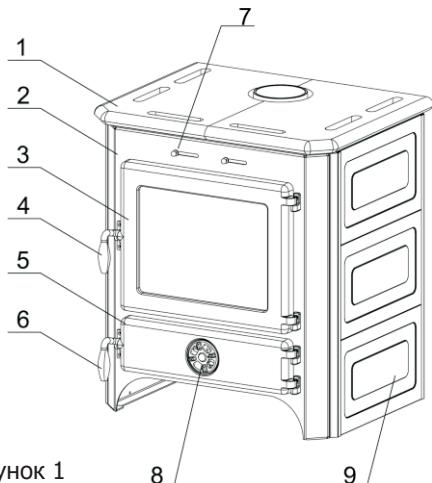

Рисунок 1
Дверца топочной камеры (рисунок 1, позиция 3) - чугунная и оснащена термостойким стеклом, дверца зольного ящика (рисунок 1, позиция 5) - чугунная с регулятором подачи первичного воздуха (воздушная заслонка, регулирующая интенсивность горения топлива) (рисунок 1, позиция 8).
Боковые стороны сделаны в двух вариантах: камень или эмалированная сталь (рисунок 1, позиция 9).
Составные элементы печи (Рисунок 1):
- дверцу зольного ящика оставьте открытым до появления стабильного огня, после закрытия интенсивность горения регулируйте с помощью регулятора подачи воздуха (рисунок 1,позиция 3);
Регулятором первичного воздуха в печи Вы регулируете температуру, мощность и скорость сгорания топлива(Рисунок 1, позиция 8).Регулятор вторичного воздуха предназначен для ускорения процесса сгорания топлива, и чтобы стекло дверцы топочной камеры оставалось чистым. Комбинированием первичного воздуха находится на дверце зольного ящика и вторичного (задвижка находится над дверцей топочной камеры, (рисунок 1,позиция 7), достигается желаемая интенсивность горения.